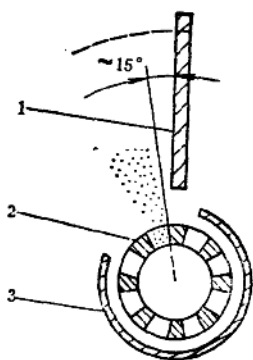

图5-1-4 叶片与分丸轮相对位置
③ 检查抛丸器叶轮上的 8 个叶片、分丸轮的 8 个扇形弹丸抛出口之间的相对位置是否正确, 分丸轮扇形口的工作表面与叶片的工作表面约为 15° 角, 这样才能保证弹丸由分丸轮抛出时被叶片工作面所承接。否则弹丸将冲击叶片端部或抛到叶片背面去, 并会造成不应有的磨损。在维修调整时, 决不能破坏叶片与分丸轮的相对位置。分丸轮、定向套、叶轮装配时必须保证同轴, 否则将破坏弹丸的运动、产生挤丸现象。图 5-1-4 为叶片与分丸轮的相对位置。